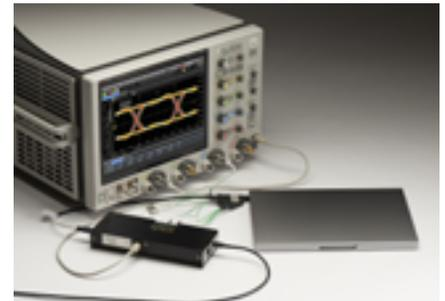

图 5：Keysight N7015A/N7016A Type-C 测试夹具。
- Keysight N7015A 和 N7016A Type-C 测试夹具可用于测试点连接器（参见图 5）